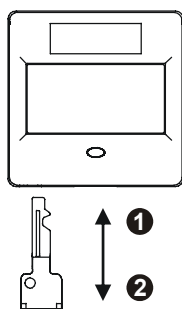

Fig. 8
2. To switch the detector to set mode, element the key in the detector, then remove it again (Fig. 8).
2. Um den Melder scharf zu stellen, stecken Sie den Schlüssel in den Melder und ziehen ihn wieder heraus (Fig. 8).
2. Pour amorcer le détecteur, introduisez-y la clé, puis retirez cette dernière (Fig. 8).
2. Para armar el detector, inserte la llave en el detector y extráigala de nuevo (Fig. 8).
2. Per attivare il segnalatore, inserirvi la chiave e quindi rimuoverla (Fig. 8).